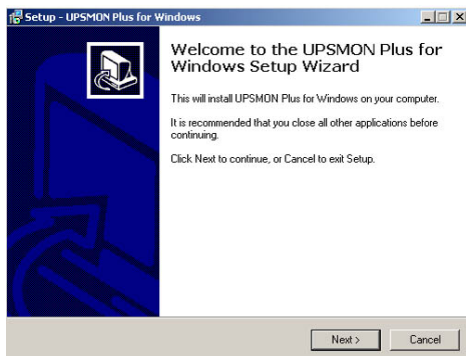

Рис. 5.3
2. Появляется окно с надписью «Welcome» в начале первой строки; пожалуйста, ознакомьтесь с инструкциями, а затем кликните курсором мышки команду «Next» (Далее) (см. рис. 5.3)